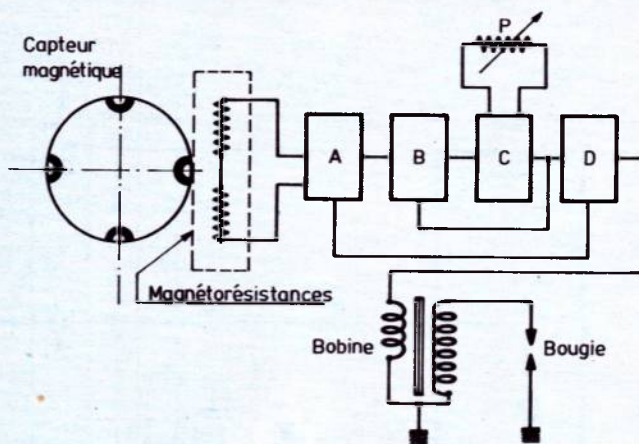

Figure 3
Le réglage électronique de l'allumage n'est possible qu'avec un matériel à transistor ou à thyristor. On utilise un capteur à magnétorésistances différentielles avec distributeur rotatif équipé d'aimants. Le moment d'allumage est déterminé par un élément horloge (C) constitué d'un amplificateur opérationnel intégré et de deux transistors. Le synoptique de la figure 3 montre la chaîne constituant le dispositif avec désignation des sous-ensembles.